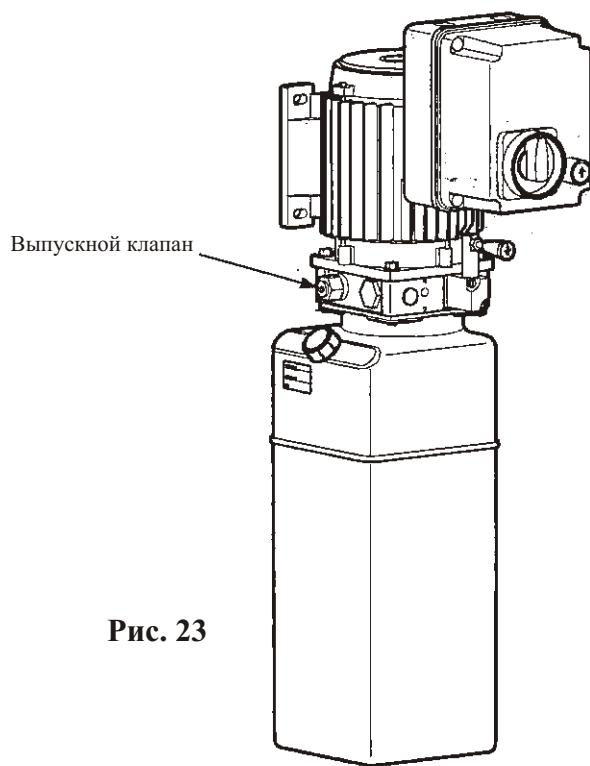

Рис. 23
24. Проверка давления в гидравлической системе: проверьте давление в гидросистеме при помощи выпускного клапана, расположенного на блоке питания подъемника (рис. 23). Максимальное давление выпуска не должно превышать $17,22 \text{ Н/мм}^2$ для моделей SPOA9E и SPOA7E, а для модели SPO9E - $13,12 \text{ Н/мм}^2$ (рис. 23). Выпускной клапан подъемника не регулируется. В случае неисправности клапана его следует заменить.